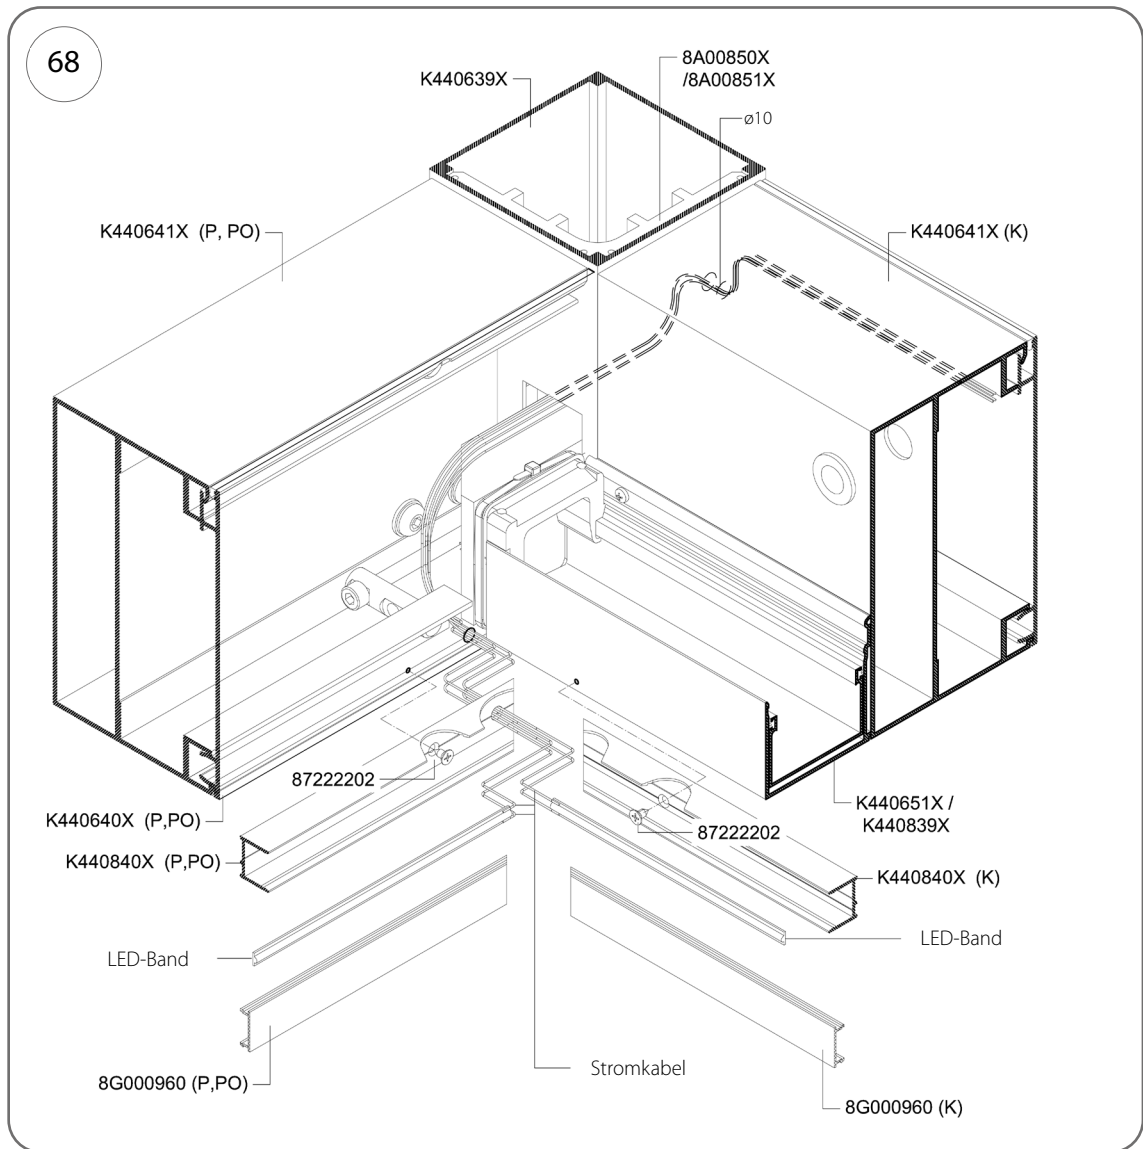

Abb. 68
3. Führen Sie die Enden der LED-Bandkabel durch die 8-mm-Öffnung in das Innere der Pfetten und durch den Pfosten zu den Sparren (Abb. 68).